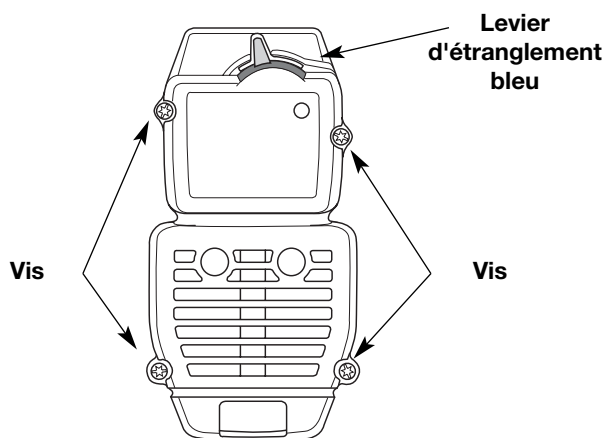

Fig. 24
1. Retirez les quatre (4) vis retenant le couvercle du filtre à air/silencieux (Fig. 24). Servez-vous d'un tournevis à lame plate ou à mèche no. 20 Torx.
2. Insérez les quatre (4) vis dans les trous du filtre à air/couvercle du silencieux (Fig. 24) et vissez sans trop serrer.